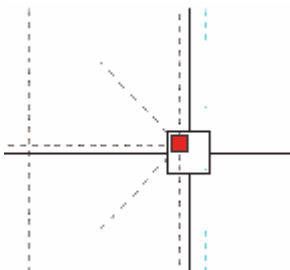

Рис. 1.4-4
10. Переместите крестовидный курсор на рабочей площади над стрелку на лестнице. Когда пик стрелки будет находиться в рамке вокруг середины крестовидного курсора, появится на его месте красивый кубик. Сигнализирует вам закрепление точки (Рис. 1.4-4).